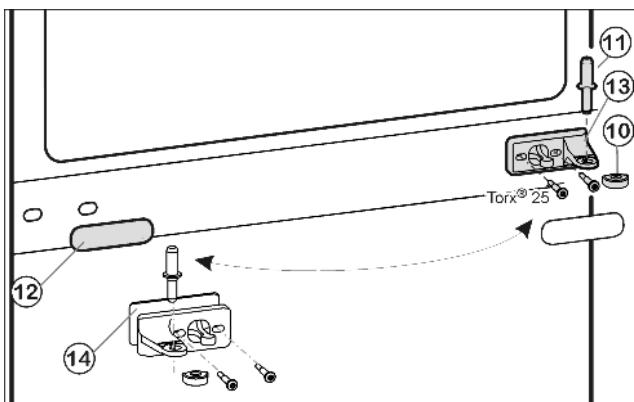
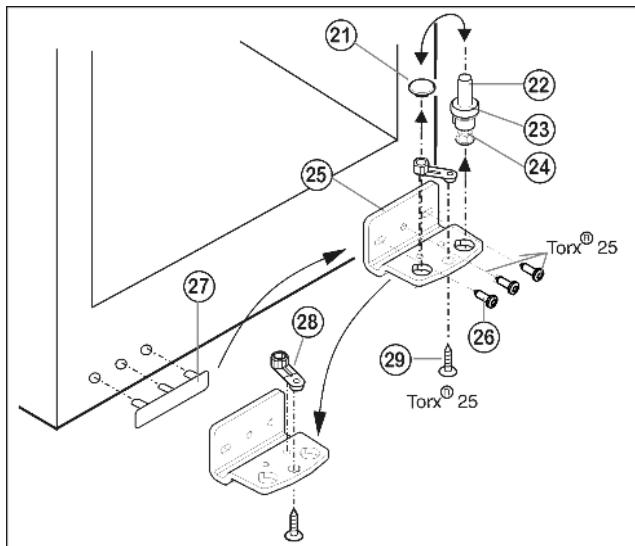

Fig. 7
Fig. 8
- Вытащите из опорного кронштейна и нижней дверцы средний опорный винт Fig. 7 (11).
- Снимите пластмассовый колпачок Fig. 7 (10).
- Открутите средний опорный кронштейн Fig. 7 (13) (2 шт. Torx® 25).
- Осторожно снимите накладку Fig. 7 (12).
- Прикрутите средний опорный кронштейн Fig. 7 (13) с подкладкой Fig. 7 (14) с поворотом на 180° на новую сторону шарнира (с моментом 4 Нм).
- Защелкните накладку Fig. 7 (12), повернув на 180 °, на стороне, где теперь будет ручка.
- Извлеките опорный винт Fig. 8 (22) в комплекте с шайбой Fig. 8 (23) и регулируемой опорой Fig. 8 (24), вытягивая его вверх.
- Снимите пробку Fig. 8 (21).
- Открутите Fig. 8 (26) опорный кронштейн Fig. 8 (25).
- Открутите Fig. 8 (29) опорную деталь Fig. 8 (28) и, перевставив в отверстие на противоположной стороне опорного кронштейна, снова прикрутите.
- Осторожно снимите и переставьте на противоположную сторону крышку со стороны ручки Fig. 8 (27).
- Снова прикрутите опорный кронштейн Fig. 8 (25) на новой стороне шарнира (с моментом 4 Нм). При необходимости используйте аккумуляторный шуруповерт.
- Переставьте пробку Fig. 8 (21) в свободное отверстие.
- Вновь установите опорный винт Fig. 8 (22) в комплекте с шайбой и регулируемой опорой. При этом фиксатор должен быть направлен назад.
- Установите нижнюю дверцу сверху на нижний опорный винт Fig. 8 (22).
- Снова наденьте пластмассовый колпачок Fig. 7 (10) на средний опорный кронштейн Fig. 7 (13).
- Вставьте средний опорный винт Fig. 7 (11) на новой стороне шарнира через средний опорный кронштейн Fig. 7 (13) в нижнюю дверцу.
- Установите верхнюю дверцу на средний опорный винт Fig. 7 (11).
- При необходимости выровняйте дверцы через два продольных паза в нижнем опорном кронштейне Fig. 8 (25) и среднем опорном кронштейне Fig. 7 (13) параллельно корпусу устройства. Для этого выкрутите средний винт на нижнем опорном кронштейне Fig. 8 (25).